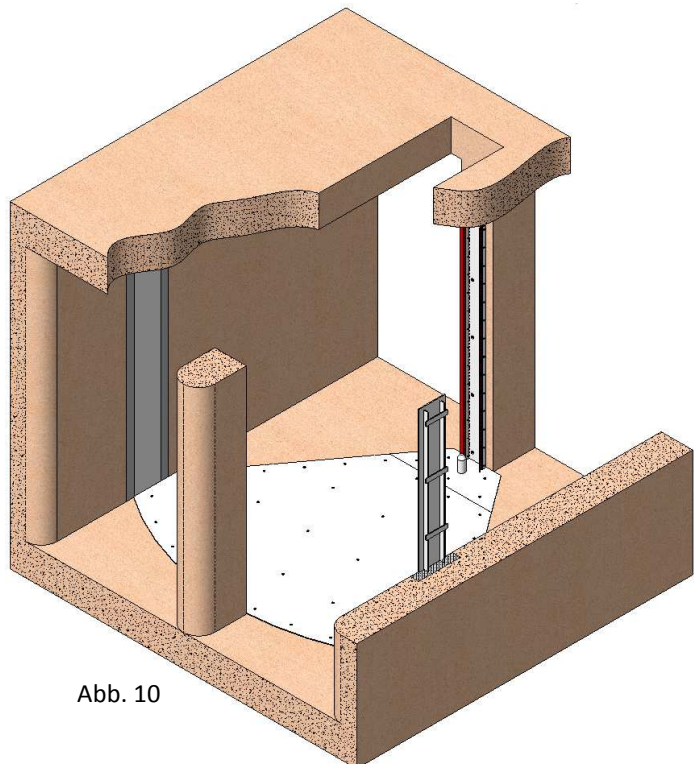

Abb. 10
- Eine weitere Option ist die Kombination der beiden zuvor erwähnten Befestigungsarten, also das Eingießen einiger Teile in den Beton und das Befestigen anderer Teile anhand von Expansionsankern. In Abbildung 10 z.B. sieht man einen Schieber, bei dem die beiden Seitenbleche, an denen sich die Dichtungen befinden, im Beton eingegossen sind. Die Grundplatte des Rahmens und der Drehdichtungshalter dagegen sind mit Expansionsankern am Bauwerk befestigt.